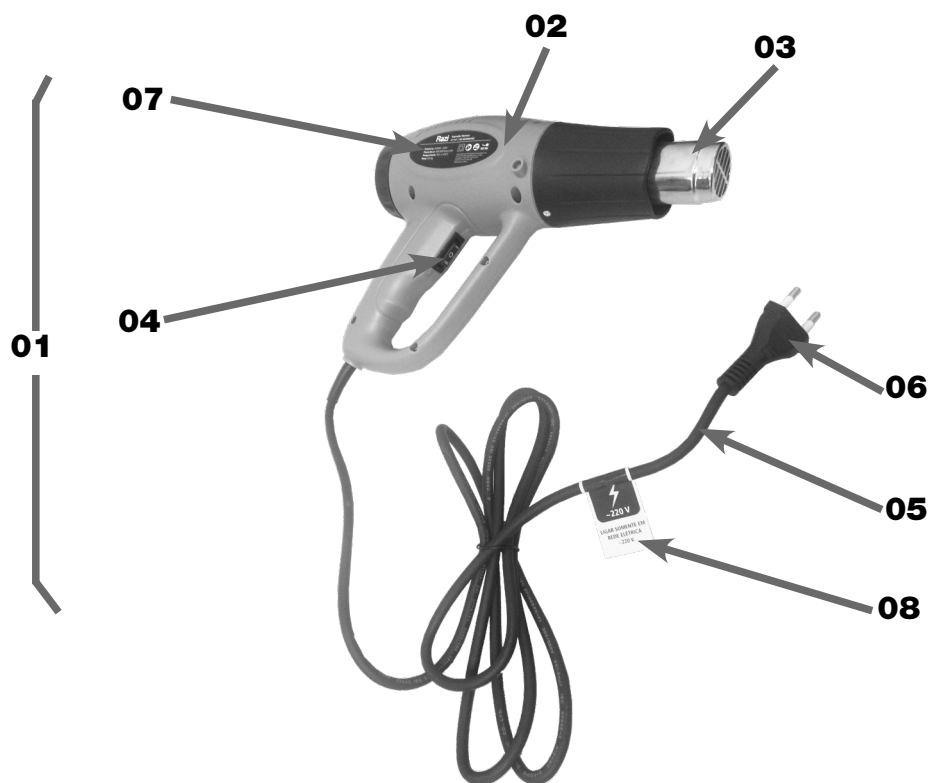

FIGURA 01 – Soprador Térmico
VERIFICAR se a tensão (Volts) da máquina é compatível da rede elétrica. Esta informação pode ser obtida na Plaqueta de Identificação (07) fixada na Carcaça (02) e na Etiqueta de Tensão (08) (figura 01) e na própria embalagem do produto;
Em caso de EMERGÊNCIA, DESLIGAR rapidamente o Interruptor LIGA/DESLIGA (04) e DESCONECTAR o Plugue de Alimentação (06) da tomada (figura 01).
Quando houver intervenção de manutenção sobre o equipamento, é necessário DESLIGAR a máquina através do Interruptor LIGA/DESLIGA (04) e DESCONECTAR o Plugue de Alimentação (06) da tomada (figura 01), ou seja, da rede elétrica de energia. Desta forma, o equipamento não oferece RISCO DE CHOQUE ELÉTRICO;
O **SOPRADOR TÉRMICO** da **Razi** foi desenvolvido pelos critérios de qualidade, segurança, modernidade e tecnologia, a fim de atender as necessidades do usuário, em conformidade com as normas técnicas aplicáveis (figura 01).
O Soprador Térmico (01) é composto basicamente por sua Carcaça (02) e o Bocal de Aquecimento (03) (figura 01).
Na Carcaça (02) se encontra o Interruptor Liga/Desliga (04) que possui 2 níveis de aquecimento, o “I” (300°C ou 350°C) e “II” (500°C ou 550°C) (figura 01).
O equipamento é leve e portátil, sendo de fácil manuseio e operação (figura 01).
1. VERIFICAR se todas as partes do Soprador Térmico (01) estão presentes conforme a lista a seguir, e íntegras (sem rachaduras, mossas, aranhões, oxidação ou quaisquer outros defeitos), em especial o Interruptor LIGA/DESLIGA (04) (figura 01);
3. VERIFICAR se a tensão da rede elétrica é a mesma da máquina, conforme indicada na Etiqueta de Tensão (08) fixada no Cabo Elétrico (05) (figura 01).